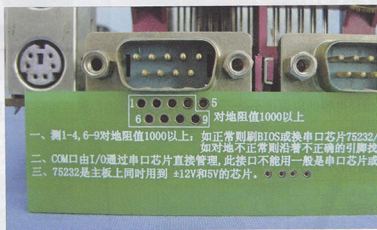

图22-6 串行接口引脚与串行接口阻值测试卡的对照
(2) 对照串行接口测试卡确定串口的引脚，如图22-6所示。